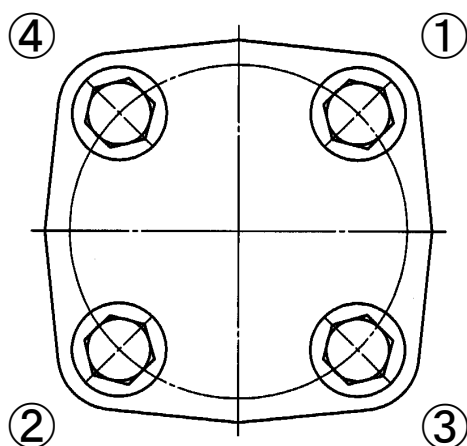
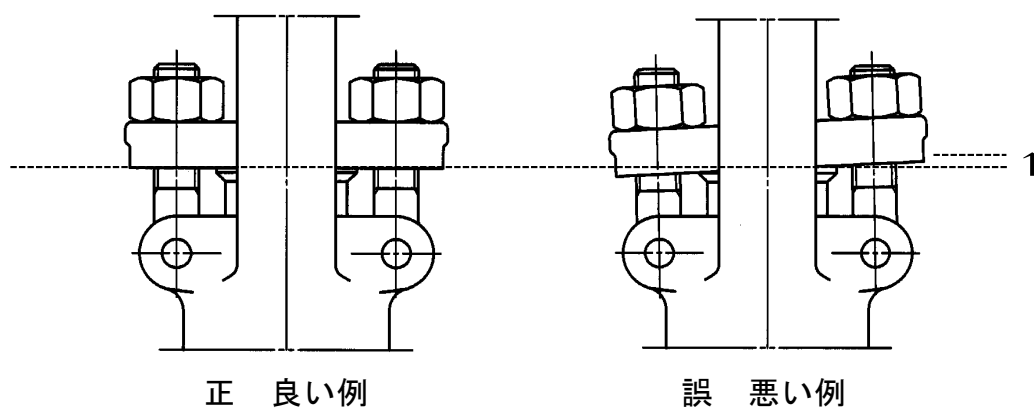

図 6.2 ふたボルトの締め付け順序例
図 6.3 グラントボルトナットの締め付け調整例
- ② この場合、ふたボルト、弁棒ねじ部にはグリースを塗ることによって焼き付きやかじりを防止することができます。
- ③ グランドパッキンを挿入する場合は、グランドパッキンの切り口が重ならないように、1リングずつ挿入し、且つ1リングずつ毎に適当な締付力を与えてください。
④ ふたボルトの締め付けにあたっては、図 6.2に示すとおり、相対するボルトナットを交互に均等な力で締めてください。弁箱フランジ面とふたフランジ面が密着するまで締めつけてください。
⑤ ふたボルトの締め付けトルクは、表 6.1に示すとおりです。
⑥ 図 6.3に示すとおり、グラントボルトナットを締めながらハンドルの廻り具合をみてグラントを片締めしないように交互に平均した力で調整してください。
- ② この場合、ふたボルト、弁棒ねじ部にはグリースを塗ることによって操作性を維持することができます。
- ④ ふたボルトの締め付けにあたっては、図 6.2に示すとおり、相対するナットを交互に均等な力で締めてください。弁箱フランジ面とふたフランジ面が密着するまで締めつけてください。
- ⑤ ふたボルトの締め付けトルクは、表 6.1に示すとおりです。
- ⑥ 図 6.3に示すとおり、グラントボルトナットを締めながらハンドル車の廻り具合をみてグラントを片締めしないように交互に平均した力で調整してください。
- ⑦ グラントボルトナットの締め付けトルクは、表 6.2に示すとおりです。
- ① 組立ての手順は、分解の手順の逆を行ないます。
- ② ふたボルトの締め付けにあたっては、図 6.2に示すとおり、相対するナットを交互に均等な力で締めてください。弁箱フランジ面とふたフランジ面が密着するまで締めつけてください。
- ③ ふたボルトの締め付けトルクは、表 6.1に示すとおりです。